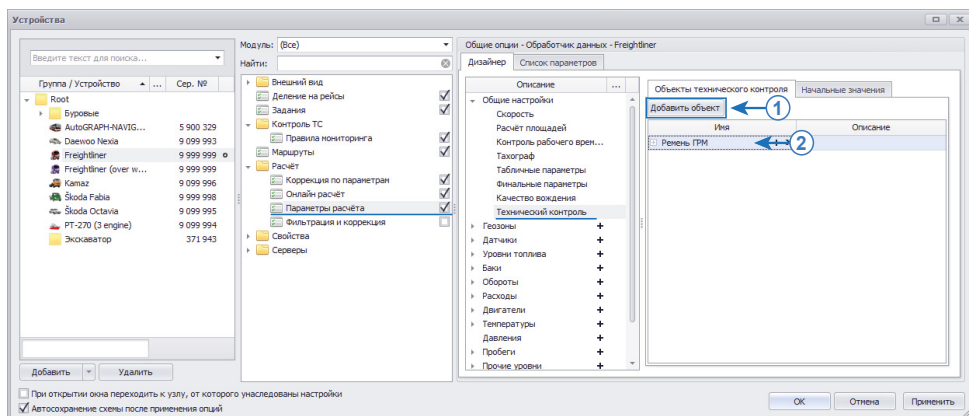

Рис.337. Добавление нового объекта для технического контроля.
Для создания объектов для контроля необходимо перейти в меню «Устройства», в раздел настроек «Расчет – Параметры расчета», далее выбрать вкладку «Дизайнер». На вкладке «Дизайнер» необходимо выбрать группу параметров «Общие настройки – Технический контроль», затем перейти на вкладку «Объекты технического контроля» (Рис.337).
- нажать кнопку «Добавить объект» (Рис.337, п.1);
- переименовать новый объект, например, «Ремень ГРМ» (Рис.337, п.2);